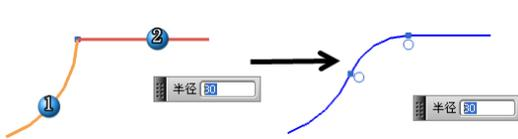

图 3-19 选择两曲线方式
(2) 分别选择两条曲线，移动光标以改变圆角的尺寸或者圆角所在的象限，如图 3-19 所示。